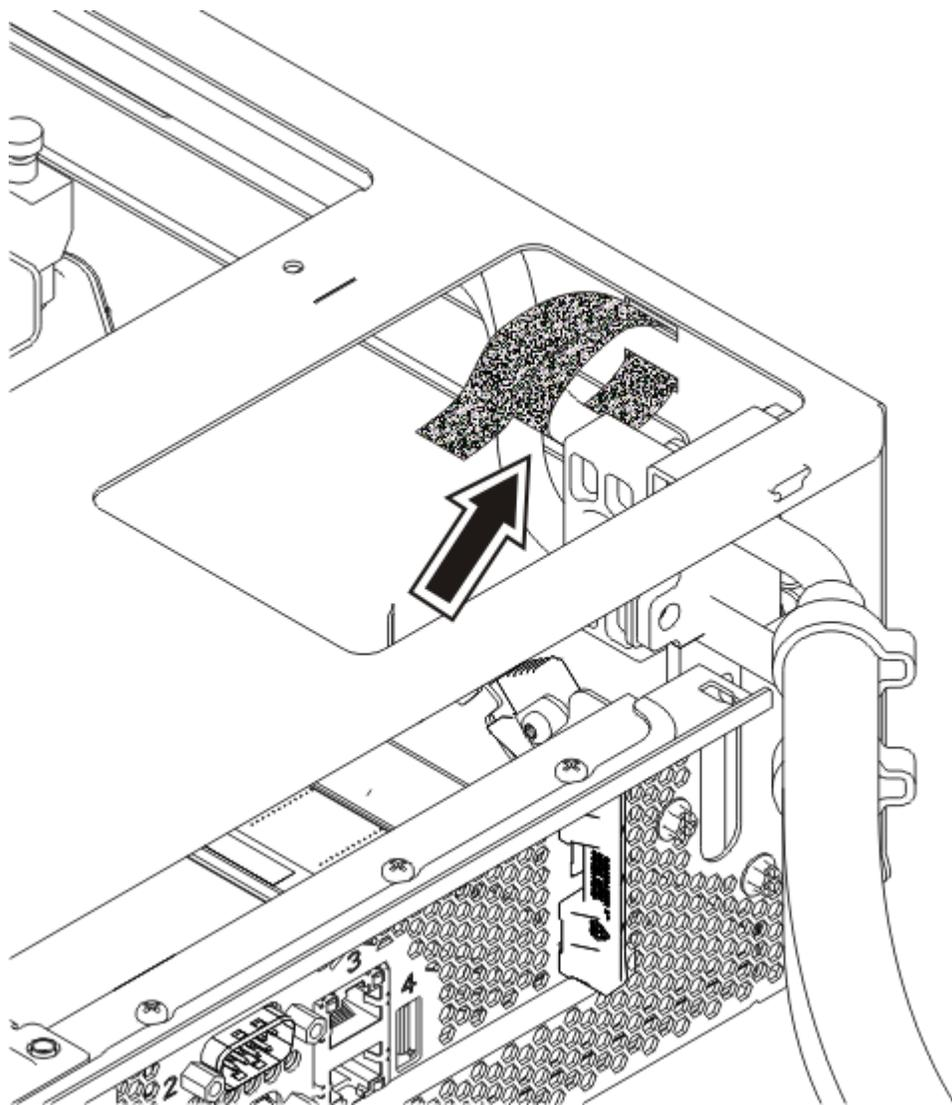

図 18. 側面パイプの後部の固定
15. システムの背面で、側面パイプの後部を持ち上げて、冷却プレート取り付けキャリアに固定します (22 ページの図 18 を参照)。